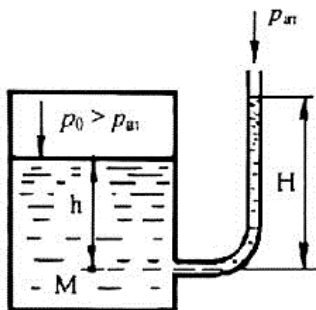

Рис. 2.1
2.8. Определите абсолютное давление над свободной поверхностью жидкости в резервуаре, если $H = 1$ м, $h = 0,4$ м (рис. 2.1).
2.9. Определите, на какую высоту поднимется вода в открытом пьезометре, если $h = 0,8$ м, давление над свободной поверхностью воды $p_0 = 1,2$ бар (рис. 2.1).